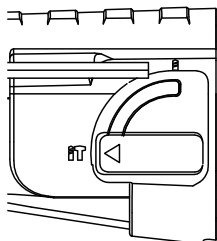

рис. 5
- Работа коробки передач для каждого применения устанавливается переключателем выбора режима работы (3). Для перехода между функциями отожмите переключатель режима работы и поверните селектор в желаемое рабочее положение.
- Для одновременного сверления и пробивания бетона или каменной кладки использует положение Hammer drilling (ударного сверления). (Рис. 5)